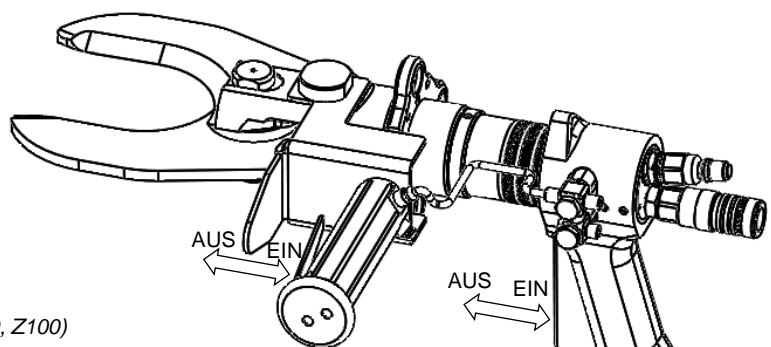

Abb. 6.3 – Zweihand- Ein- /Ausschalten (Z090)
- Zweihandbedienung: Beide Schaltergriffe zeitgleich betätigen, s. *Abb. 6.3, 6.4*, um die Messer zu schließen (Ein)!
- Zweihandbedienung: Beide Schaltergriffe zeitgleich loslassen, s. *Abb. 6.3, 6.4*, um die Messer zu öffnen (Aus)!